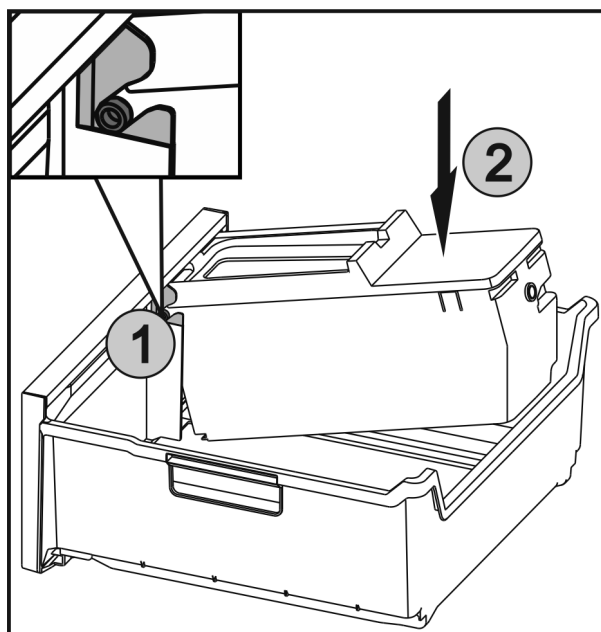

Fig. 40
- ▶ Zasuňte osy *Fig. 40 (1)* na EasyTwist-Ice do vedení a zatlačte zadní stranu *Fig. 40 (2)* tak, aby západka zaklapla.